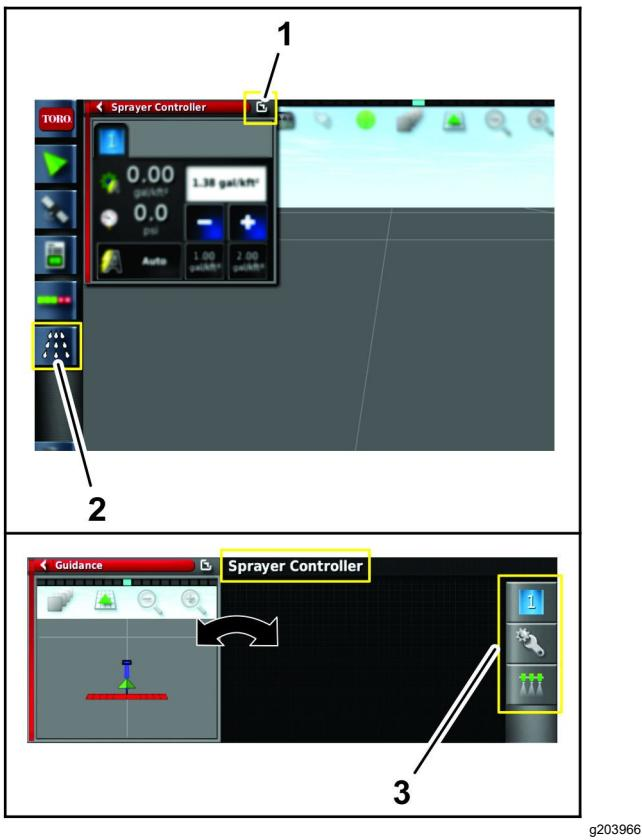

Рисунок 95
- C. Нажмите на значок контроллера опрыскивателя (Рисунок 95).
E. Нажмите на значок конфигурации в подменю контроллера опрыскивателя, чтобы отобразить на дисплее меню конфигурации (Рисунок 95).
2. Нажмите на значок переключения окон для возврата к меню контроллера опрыскивателя (Рисунок 95).